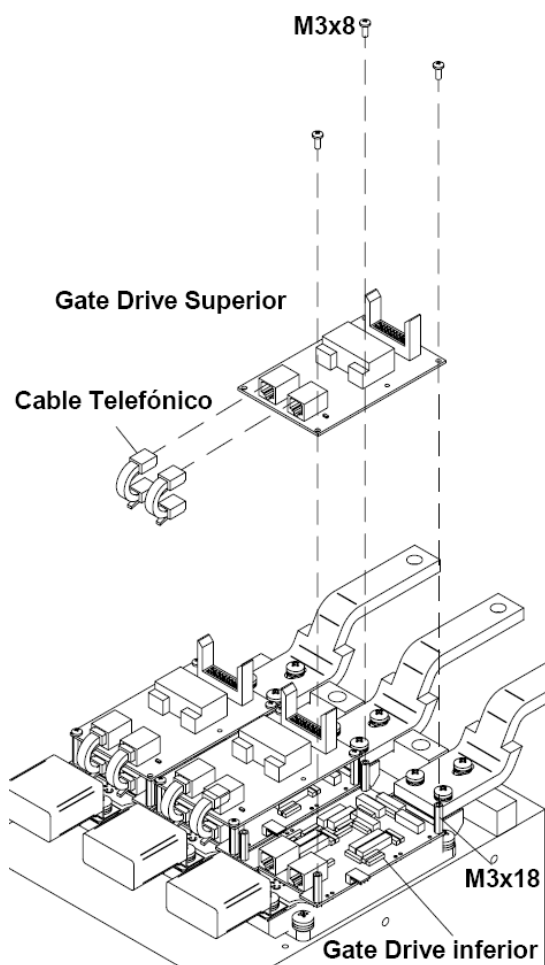

Figura 3.18.Extracción Tarjeta Gate-Drive superior
Consultar la *figura 3.18* mientras se siguen estas instrucciones:
- 4) Colocamos la nueva tarjeta como muestra la figura, situando esta tarjeta encima de la tarjeta Gate-Drive inferior, apoyandola sobre las torretas hexagonales **M3x18**. (*ver figura 3.18*).